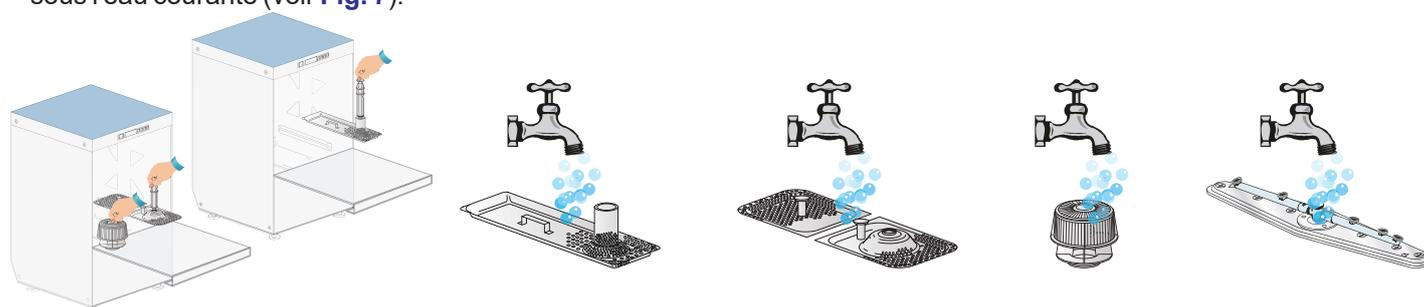

Fig. 7
- Retirer le filtre de la pompe et le nettoyer avec une brosse sous l'eau courante (voir Fig. 7).
- Retirer les couronnes en agissant sur les vis de fixation, nettoyer soigneusement les gicleurs, les bras de lavage et les rincer sous l'eau courante (voir Fig. 7).